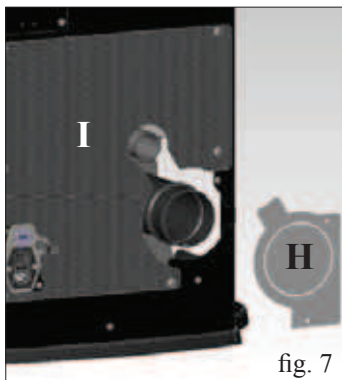
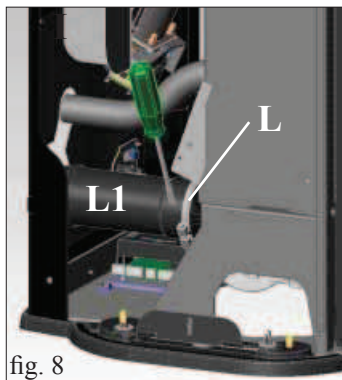

fig. 7
fig. 8
- Chiudere l'antina e rimuovere i profili posteriori in lamiera (G - fig. 7).
- Smontare i fianchi in vetro (H - fig. 8) rimuovendo le protezioni
- Rimuovere il top in vetro in appoggio (H - fig. 7).
- Asportare il fianco in acciaio, fissato sulla struttura della stufa mediante 2 viti (X - fig. 7) da rimuovere, sfilandolo verso l'alto (I - fig. 8)
- Togliere il diaframma (H - fig. 7) e in caso di necessità anche il retro inferiore forato (I - fig. 7).
- Allentare la fascetta (L - fig. 8) e rimuovere il tubo uscita fumi (L1 - fig. 8).